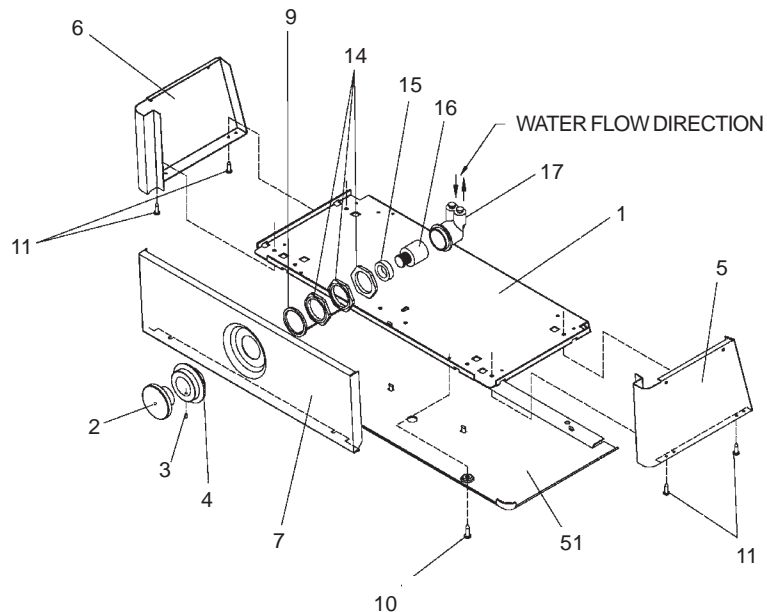

FIG. 2
Stream height is factory set at 35 PSI. If supply pressure varies greatly from this, adjust the screw on regulator item 16 by using a small screwdriver through the small hole in the push button item 2 (See Fig.2). Clockwise adjustment will raise stream and counter-clockwise adjustment will lower stream. For best adjustment, stream should hit basin approximately 6-1/2" (165mm) from bubbler.
La altura del chorro se determina en la fábrica a 35 PSI. Si la presión del suministro varía mucho de esto, ajusta el tornillo en el artículo de regulador 16 utilizando un destornillador pequeño por el hoyo pequeño en el artículo del pulsador 2 (Ve Fig.2). El ajuste en el sentido de las agujas del reloj elevará el chorro y contra el sentido de las agujas del reloj lo bajará. Para un mejor ajuste, el chorro deberá pegar en el estanque a una distancia de aproximadamente 6½" (165mm) del borboteador.
Le niveau d'écoulement est réglé en usine à 35 PSI. Si la pression de provision varie fort de ceci, ajuster la vis sur l'article régulateur 16 en utilisant un petit tournevis par le petit trou dans l'article de bouton de poussée 2 (Voit Fig.2). Si vous ajustez dans le sens des aiguilles d'une montre, le jet augmentera et dans le sens contraire, le jet diminuera. Le meilleur ajustement est lorsque le jet frappe le bassin à environ 6-1/2" (165mm) du barboteur.
- 8) Stream height is factory set at 45-50 PSI. If supply pressure varies greatly from this, adjust the screw on regulator item 16 by using a small screwdriver through the small hole in the push button item 2 (See Fig.2). CW adjustment will raise stream and CCW adjustment will lower stream. For best adjustment, stream should hit basin approximately 6-1/2" (165mm) from bubbler.
- 8) La altura del chorro se ajusta en la fábrica a 45-50 PSI. Si la presión del suministro varía mucho de esto, ajusta el tornillo en el artículo de regulador 16 utilizando un destornillador pequeño por el hoyo pequeño en el artículo del pulsador 2 (Ve Fig.2). El ajuste en sentido horario elevará el chorro y en sentido contrahorario lo bajará. Para un ajuste mejor, el chorro debe chocar con el depósito aproximadamente a 6-1/2"(165mm) del borboteador.
- 8) La pression du jet est réglée en usine 3,1 et 3,4 bars. Si la pression de provision varie fort de ceci, ajuster la vis sur l'article régulateur 16 en utilisant un petit tournevis par le petit trou dans l'article de bouton de poussée 2 (Voit Fig.2). Un réglage dans le sens des aiguilles d'une montre relève le jet, et un réglage dans le sens contraire l'abaisse. Pour un réglage optimum, le jet doit frapper le bassin à environ 165 mm du barboteur.